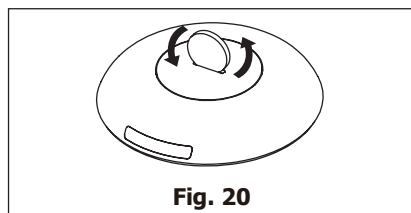

Fig. 20
2. Brug en mønt eller lignende for at dreje bagdækslet modsat uret for at åbne det. (Fig.20 og 21)